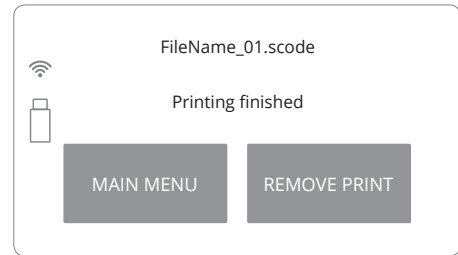

Abbildung 34. Bildschirm Einen Ausdruck herausnehmen 1.
4. Durch Betätigen der Schaltfläche "REMOVE PRINT" ("DRUCK ENTNEHMEN") und danach "REMOVE PRINTOUT" ("AUSDRUCK ENTFERNEN") wird der Reinigungsvorgang gestartet (Abbildung 34).